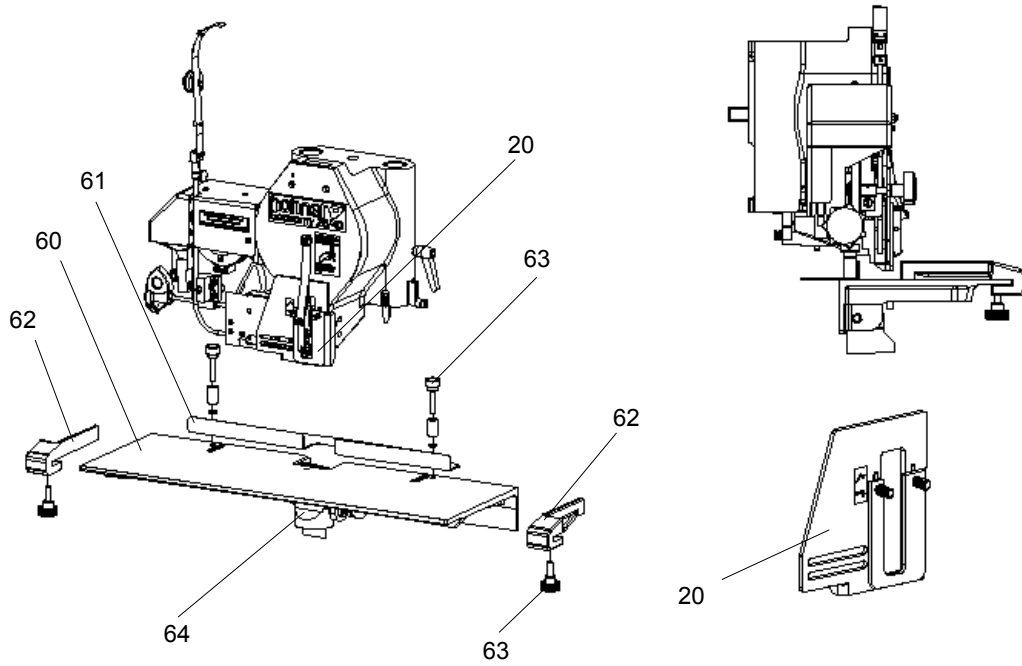

Fig. 4.10
- Fig. 4.10 -
- Monte la protección para los dedos en la posición "**Cosido en bloque**"; tenga en cuenta al respecto las marcas (véase - Fig. 4.10 -).